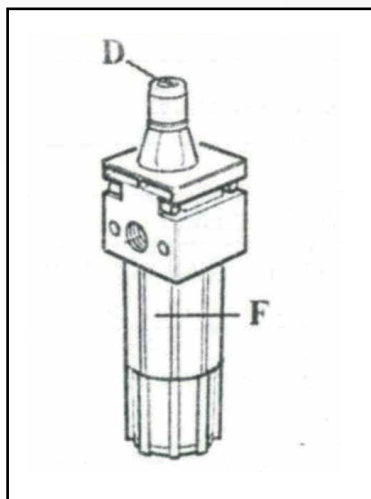

Рисунок 23
При необходимости доливайте масло, открутив стакан маслораспылителя F (рисунок 23).
2. Капля масла должна падать в прозрачный стакан маслораспылителя при каждом третьем или четвертом нажатии на педаль (11). В противном случае, отрегулируйте с помощью отвертки установочный винт D маслораспылителя (рисунок 23).